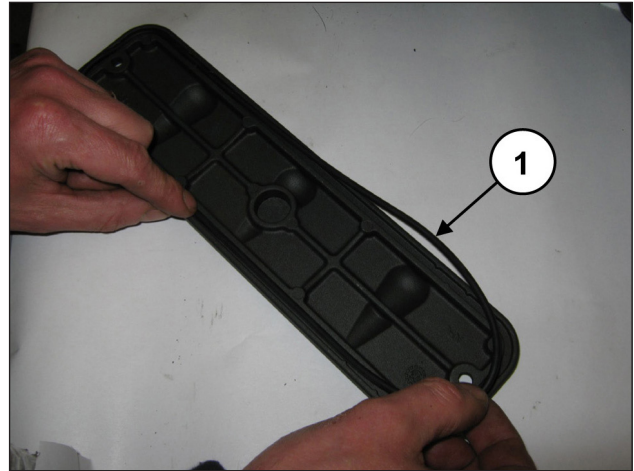
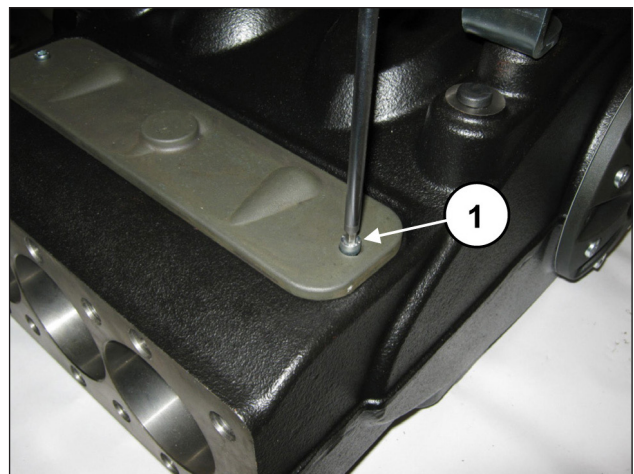

Abb. 189
Abb. 190
Setzen Sie auf die Inspektionsdeckel den O-Ring (Pos. ①, Abb. 189) und montieren Sie die Deckel anhand von 2+2 Schrauben M6x14 (Pos. ①, Abb. 190).